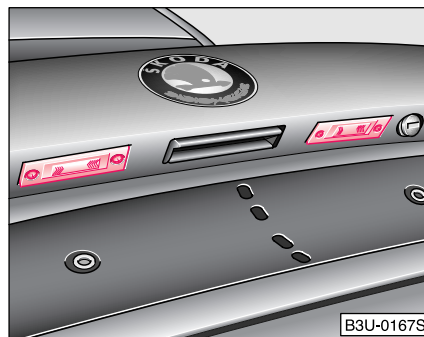

Fig. 185 Capacul
- Deșurubați capacul de sticlă al lăpii ⇒ Fig. 185.